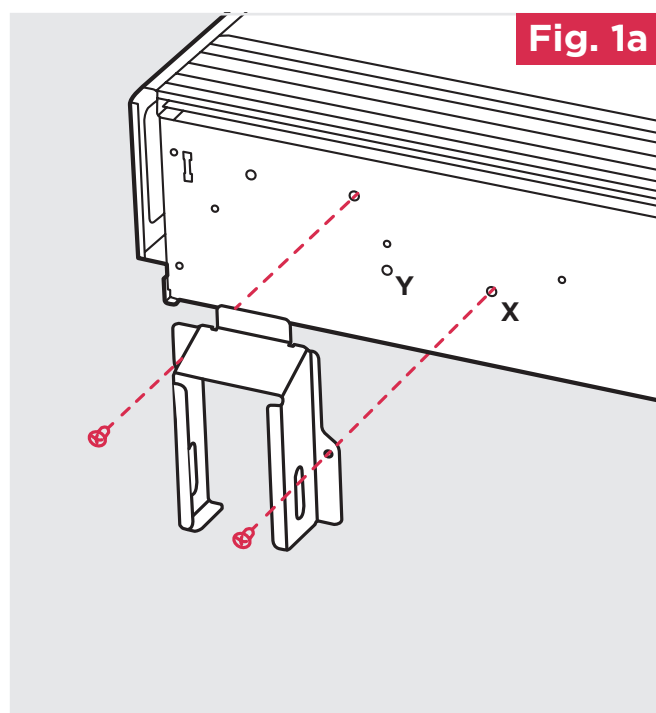

Fig. 1a
2. Les pieds sont installés dans la position par défaut (**X** position) et peuvent être déplacés vers la position extérieure (**Y** position) si nécessaire. (**Fig. 1a** et **Fig. 1b**).